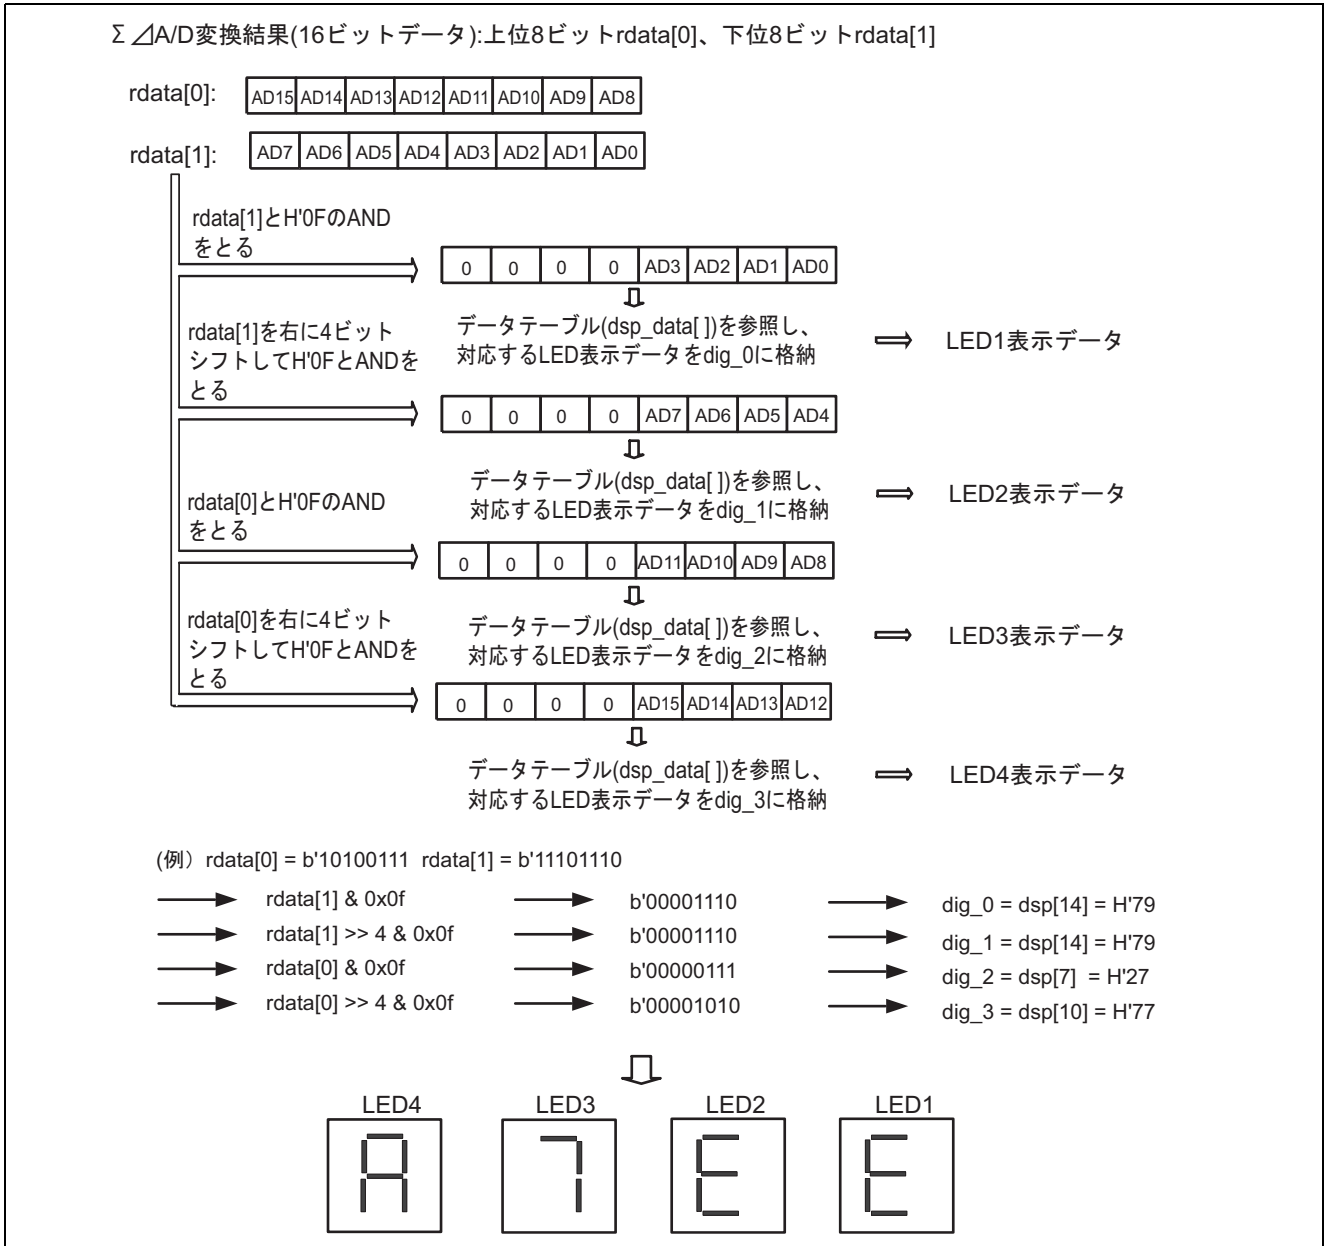

図 3 MAX1408 AD 変換結果の LED 表示方法
8. 本タスク例では、MAX1408 AD 変換結果である 16 ビットデータを 7 セグメント LED に 4 桁の 16 進数で表示させます。図 3 に MAX1408 AD 変換結果の LED 表示方法を示します。